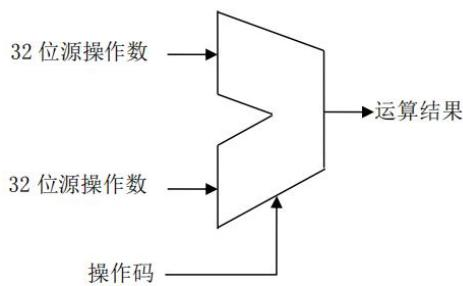

图 5.1 ALU 模块的大致框图
- 自行设计本次实验的方案，画出结构框图，大致结构框图如图 5.1。